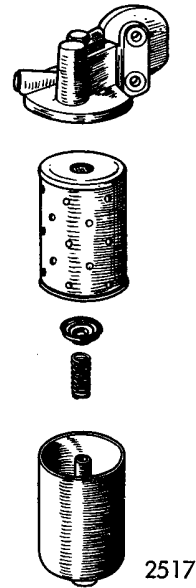

Fig. 47. Oljefiltrer.
2. Ta bort packningarna och tryckfjädersn. Fig. 47 visar ett isärtagget oljefilter.